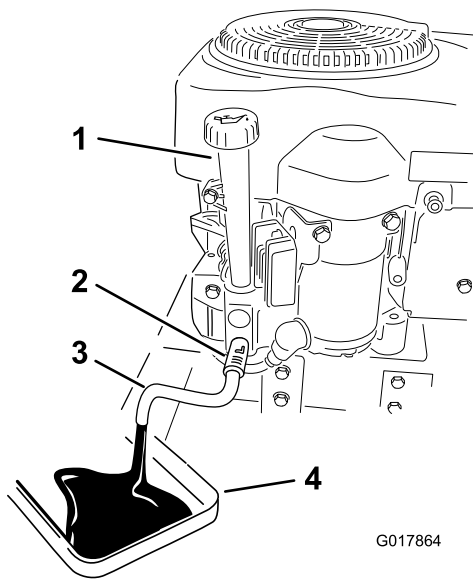

Figure 32
4. Nettoyez la surface autour du robinet de vidange et sur le cadre de la machine, localisez le flexible de vidange d'huile, et raccordez-le au robinet de vidange (Figure 32).
6. Placez un bac de vidange sous la machine, juste sous le flexible de vidange (Figure 32).
8. Enlevez le bouchon de remplissage/jauge (Figure 32).
12. Versez lentement environ 80 % de la quantité d'huile spécifiée dans le trou de remplissage (Figure 32).